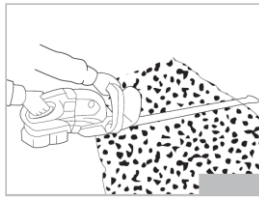

Рисунок 5
-- Утримуючи інструмент двома руками, натисніть на вимикач, потім переміщуйте інструмент перед собою (Рис. 5).